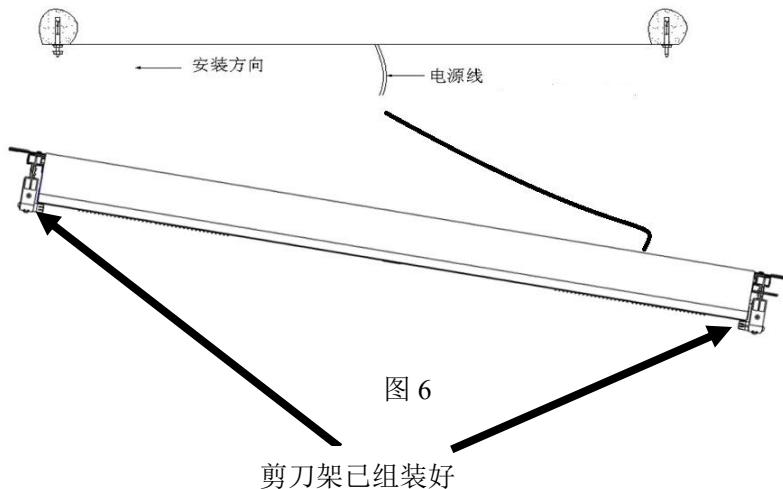

图 6
5、小心托起整机，将主机一端插在两个膨胀螺丝的垫片上，接着托起另一端把垫片及螺母装上锁紧，然后，再把第一端的螺母拧紧，如图 6 所示，6 图仅供参考。（注意请勿大力摇动剪刀架，避免其与主机有刮碰）